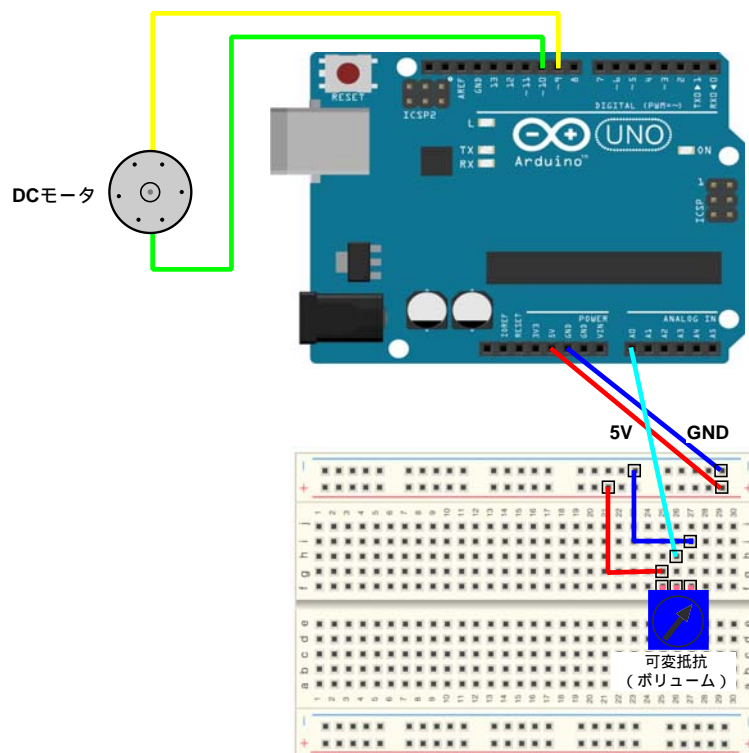

図 9: 接続図
(課題 3) 図 9 のように, DC モータと可変抵抗を接続し, DC モータの回転速度を可変抵抗で調整できるようにする. ただし, DC モータは可変抵抗の中間値で停止し, 抵抗値が中間値より小さくなると右方向に徐々に回転し抵抗値が 0 で回転速度が最大に, また抵抗値が中間値より大きくなると左方向に徐々に回転し抵抗値が最大値で回転速度が最大になるようにする.
そこで, 図 9 のように DC モータの両端子を Arduino の PWM 信号が出力可能なピンに接続する. 回転する際には, いずれか一方の端子を '0' にすることで GND に接続されている状態とし, もう一方の端子に PWM 信号を与える.
- 【1】 図 9 のように Arduino に DC モータと可変抵抗を接続